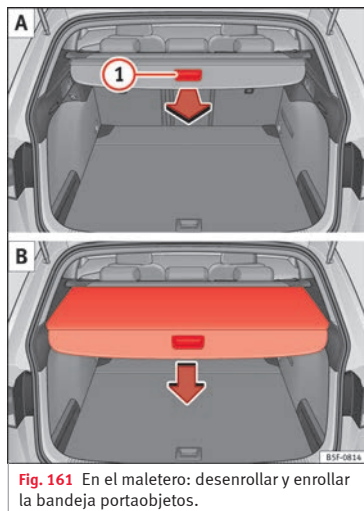

Fig. 161 En el maletero: desenrollar y enrollar la bandeja portaobjetos.
• Tire uniformemente de la bandeja portaobjetos por el asidero » **fig. 161** ① **A** hacia atrás y extráigala hasta el tope hasta que encastre de forma audible.
• Presione sobre el asidero de la bandeja portaobjetos en el sentido de la flecha hasta desbloquearla » **fig. 161** **B**.